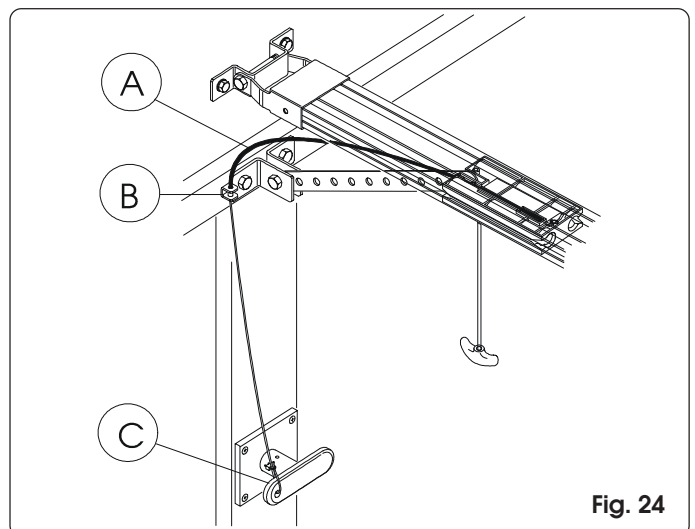

Fig. 24
- 1) Cortar la vaina del cable a medida (fig. 24 ref. A).
- 2) Introducir el cable en la vaina y pasarlo por la ranura del enganche de la puerta (fig. 24 ref. B).
- 3) Cortar el cable de medida y unirlo a la palanca interior de la manilla de desbloqueo (fig. 24 ref. C).